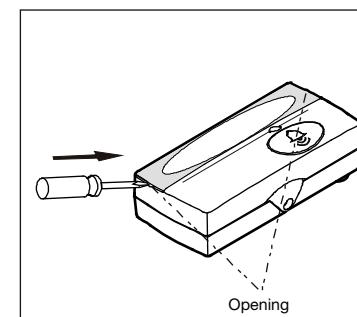

Fig. 7
7. Na montage van de deurbelknop kunt u het transparante stukje plastic van de bovenkant verwijderen en naar wens naam en nummer e.d. op het label schrijven. Breng het label en het transparante plastic weer aan. Fig. 7 en 8.